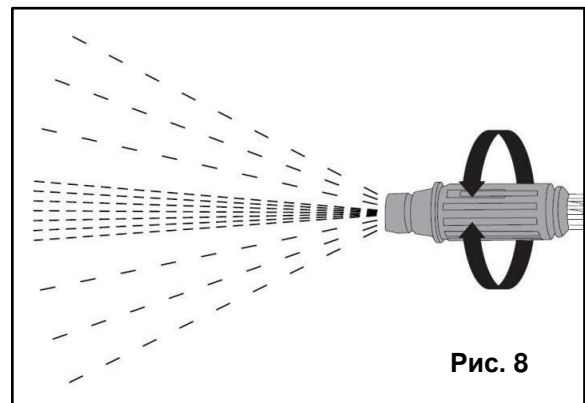

Рис. 8
- Широкая струя предназначена для мытья больших участков. (См. Рис. 8)